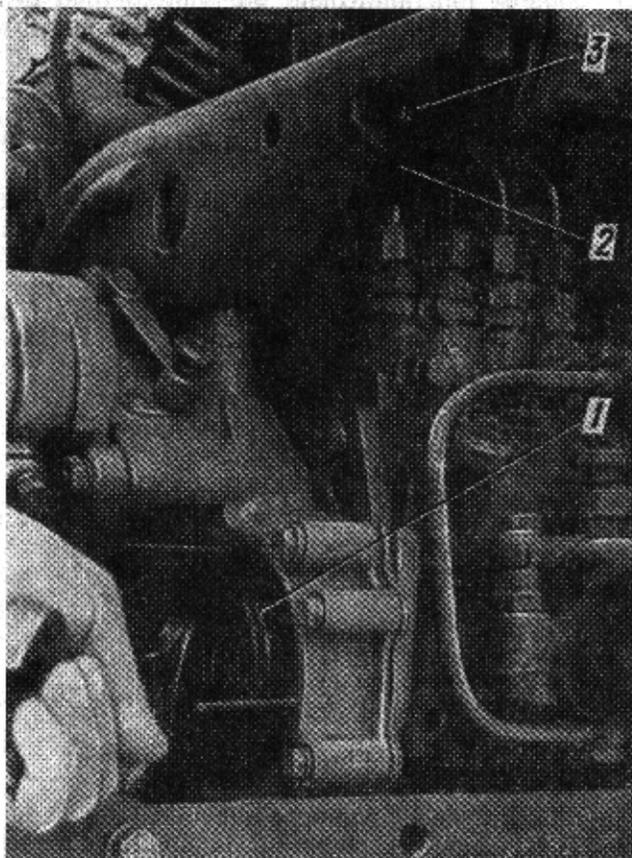

Fig. 45. Vérification du début d'injection
1. Déconnecter le tube H. P. du raccord de la section du premier cylindre et monter sur le raccord un momentoscope 2 (petit tube de verre d'un diamètre intérieur de 1—1,5 mm, fig. 45)